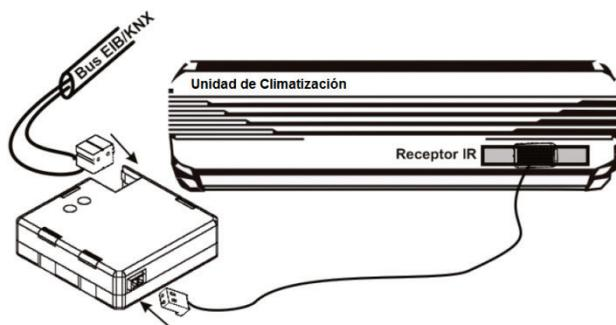

Figura 3. Conexión IRSC - unidad de climatización
- **Pulsador de programación (3):** una pulsación corta sobre este botón sitúa al controlador en modo programación, con lo que el LED asociado (2) se ilumina en rojo. Si este botón se mantiene pulsado en el momento en que se aplica la tensión al bus, IRSC entra en modo seguro.
- **Emisor de IR (5):** cápsula de envío de órdenes infrarrojas hacia el aparato de aire acondicionado. Deberá adherirse al receptor de IR de la unidad de climatización a controlar (ver Figura 3).
- **Base del conector aéreo (6):** en este punto deberá insertarse el conector aéreo, a través del cual se enviarán las órdenes IR desde IRSC al aparato de aire acondicionado.
En la Figura 3 puede verse un esquema con la correcta ubicación del emisor IR de IRSC (5) en la unidad de climatización.